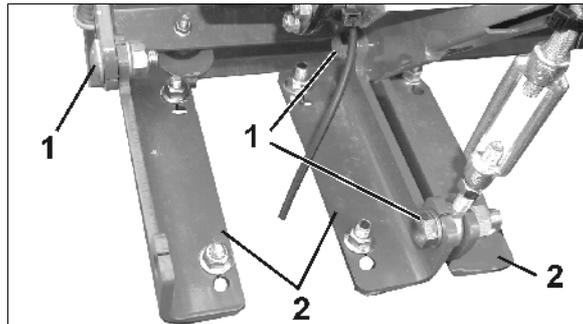

Fig. 25
- 3.2 À droite : desserrez les 3 assemblages vissés (Fig. 25/1) et retirez les 3 raccords (Fig. 25/2).